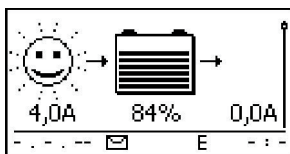
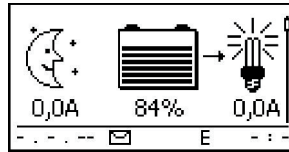

Abb. 14 Display nach dem Anschließen des Solarmoduls bei Sonnenschein (ggf. verzögert)
Abb. 15 Display nach dem Anschließen des Solarmoduls ohne Sonnenschein
3. ➔ Abdeckung vom Solarmodul entfernen und – falls vorhanden – DC-Lasttrennschalter einschalten. Auf dem Display erscheint Abb. 14 oder Abb. 15.
4. ➔ Wird Abb. 14/Abb. 15 nicht angezeigt, Installation prüfen und bei Bedarf den Fehler anhand Abschnitt 15 beheben.